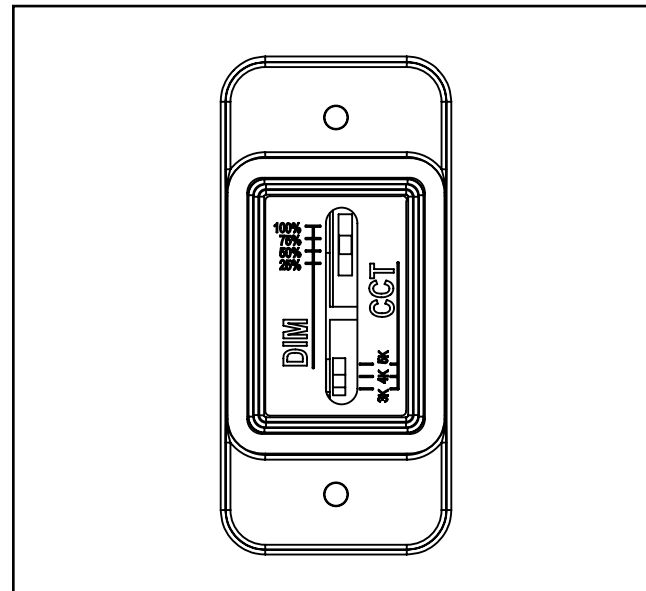

Figura 4.
Ajuste del color y la potencia (Figura 4)
2. Deslice la palanca del interruptor para seleccionar la temperatura de color deseada (3000 K, 4000 K o 5000 K). (Figura 4)
3. Deslice la palanca del interruptor para seleccionar el nivel de lúmenes deseado (100/75/50/25 %). (Figura 4)